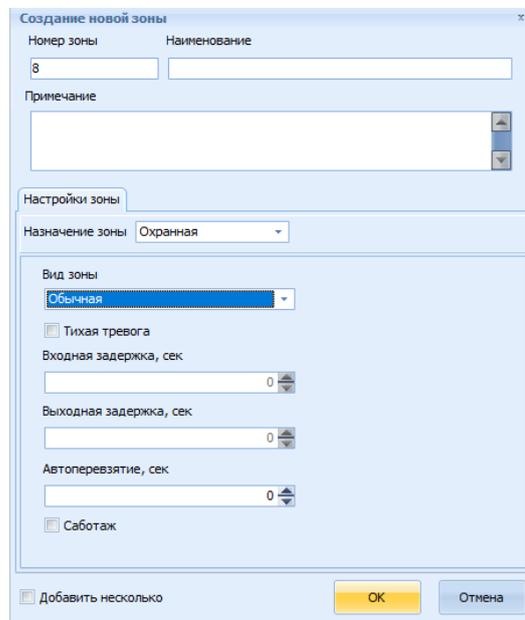

Рисунок 7.6 – Окно «Создание новой охранной зоны»
2) **Охранная зона:** в случае охранной зоны необходимо выбрать из раскрывающегося списка Вид зоны (рисунок 7.6):